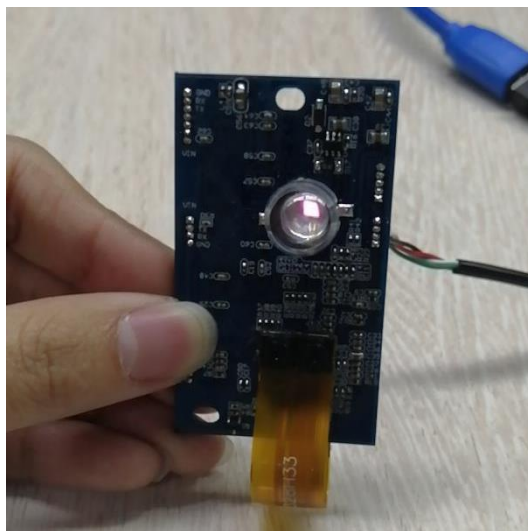

图 4-6
2. 采集并上传图像：将模块摆放成如图 4-6 所示位置，补光灯在上，摄像模组在下，摄像模组正对人脸且距离目标约 30cm~70cm 左右。